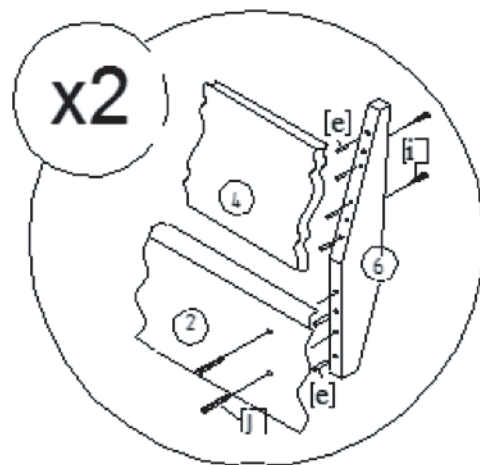

рис.4
- 3) Прикрутить ножку с крепежным уголком поз.5 к мебельному уголку поз. д при помощи винтов поз. а и, предварительно надетых на них, шайб поз. к, вращая ключ поз.ф(см. рис.4)
С внешней стороны опоры спинки крепятся саморезами поз. i (см. рис.4)